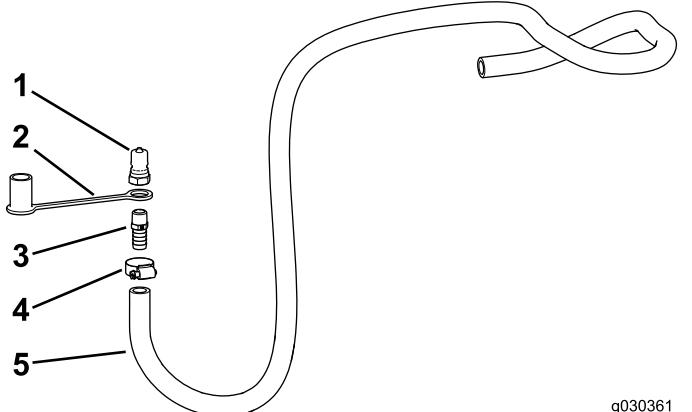

Figure 28
- Vissez le raccord droit ($\frac{3}{8}$ NPT x $\frac{5}{8}$ cannelé) sur le raccord mâle (Figure 28).
- Placez le bouchon protecteur par-dessus l'extrémité cannelée de l'ensemble (Figure 28).